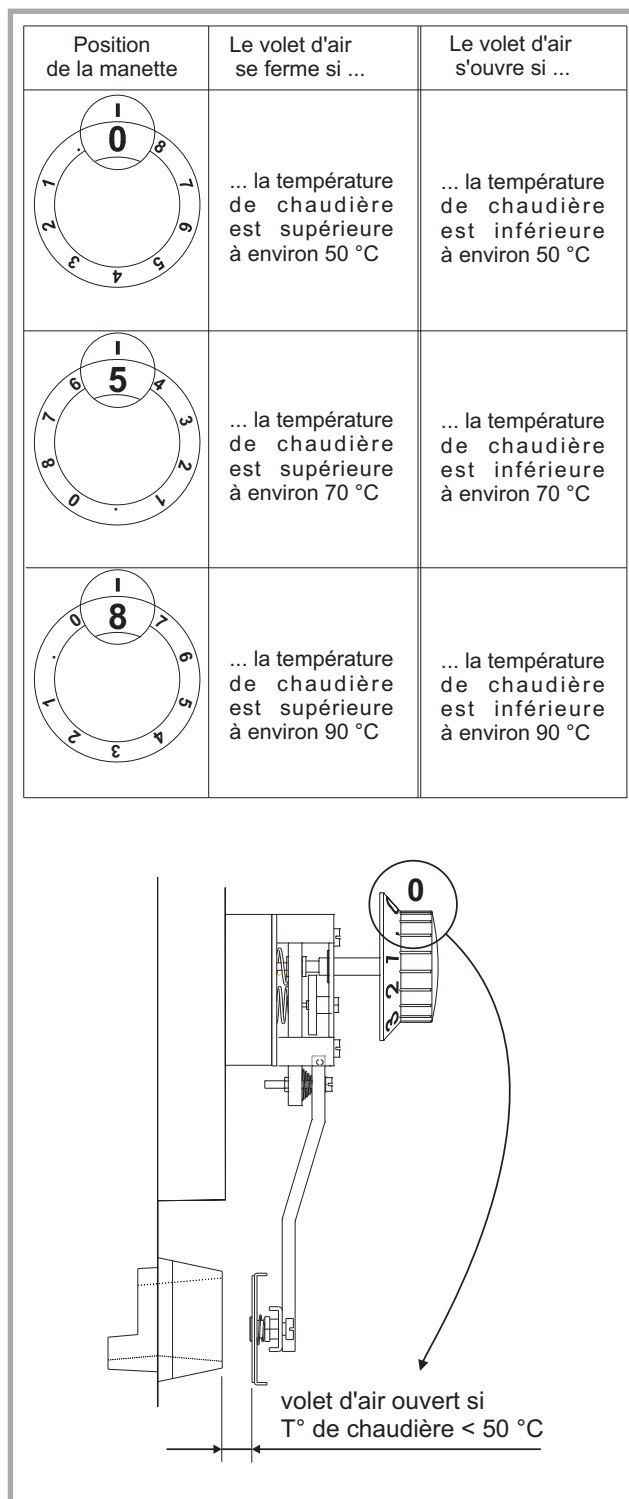

Figure 13 - Fonctionnement du volet d'admission d'air
- Vérifier le bon fonctionnement du volet d'admission d'air (fig. 13) commandé par le régulateur d'allure, pour ce faire enlever l'écran de protection en façade.